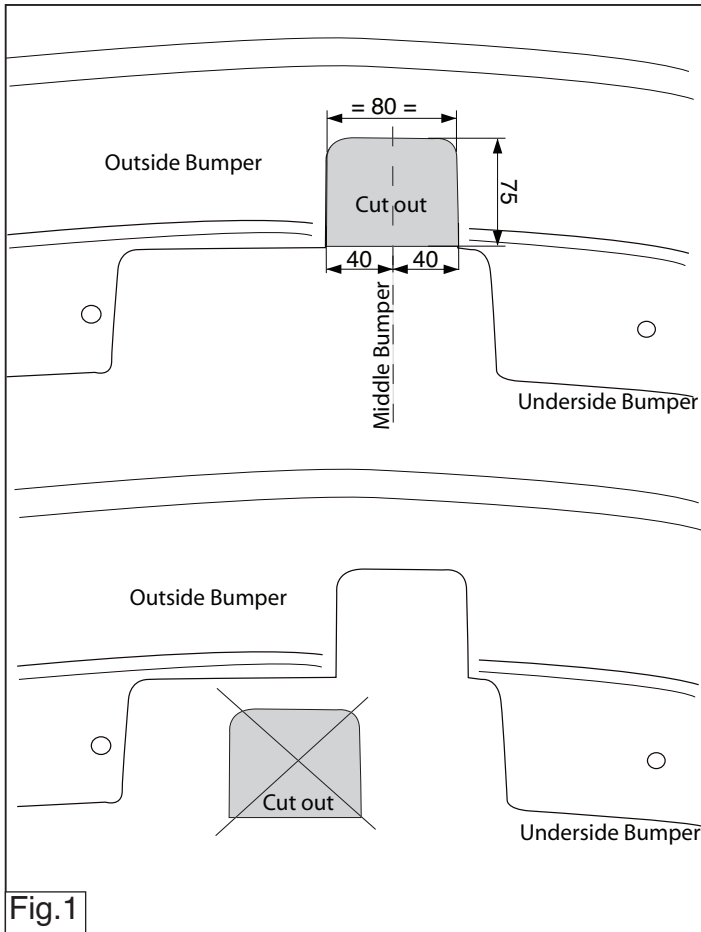

Fig.1
**Octavia Sdn/Wgn; 2009->:** Sav en del ud af kofangeren midt på undersiden jf. fig.1.